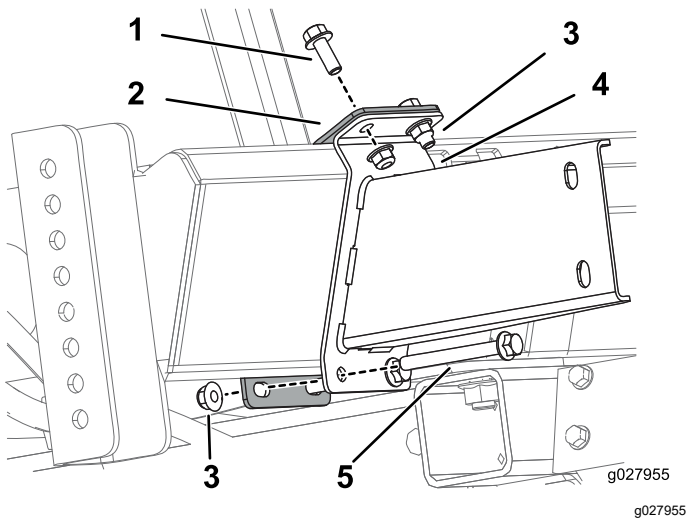

Bild 11
3. Befestigen Sie die untere Halterung und die untere Stützhalterung mit zwei Schrauben (3/8"-16), zwei Schrauben (3/8"-16 x 3 1/2") und vier Bundmuttern (3/8"-16) am Rahmen, wie in Bild 11 abgebildet.